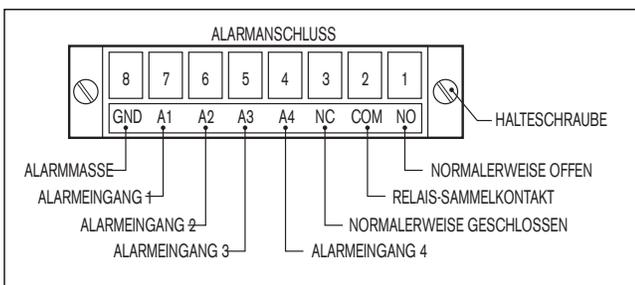

Abbildung 1C Alarmanschluss
a. Bei Verwendung der Alarmeingänge oder des Relaisausgangs die passenden Drähte mit dem 8-poligen Alarmanschluss verbinden (siehe Abbildung 1C).